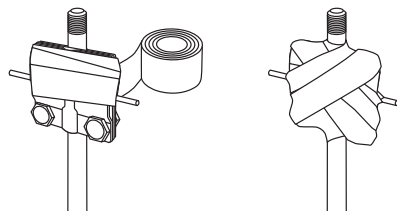

Рисунок 7. Гидроизоляция крестового соединителя
4.7. Крестовые зажимы, соединенные со штырями и проводником, необходимо обмотать гидроизоляционной лентой (см. рисунок 7).